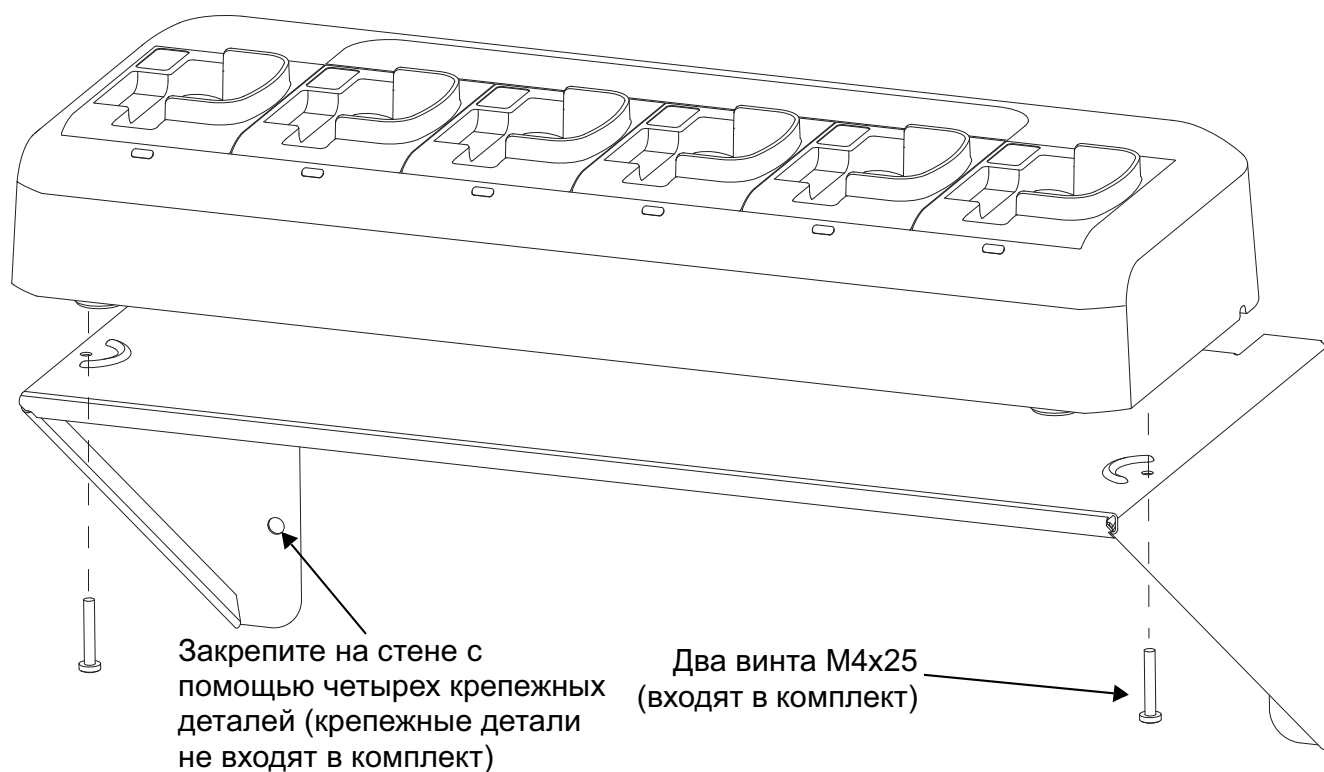

Рисунок 4
3. Снимите разъем для зарядки, потянув вверх соединительный разъем. (см. рисунок 4).
1. Подключите соединительный разъем к разъему питания на многоместном зарядном устройстве (см. рисунок 4).